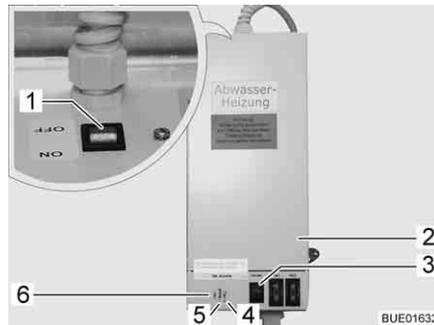

Fig. 142 Transformador con aparato regulador
Según el modelo, el transformador de 230 V AC/12 V DC (Fig. 142,2) estará instalado en el armario ropero o en el baúl del grupo de asientos.
- La luz de control (Fig. 142,5) se enciende verde: Regulación en funcionamiento
- Las luces de control (Fig. 142,4 y 6) se encienden rojas: Las tuberías de aguas residuales se calientan
La carcasa tiene un pulsador de prueba (Fig. 142,3) integrado con el cual se puede poner en funcionamiento brevemente el aparato regulador. Presionando el pulsador de prueba se puede comprobar el funcionamiento del calentamiento aún cuando la temperatura ambiente sobrepase los 5 °C.
- Poner el interruptor (Fig. 142,1) en el transformador (Fig. 142,2) en "ON".
- Poner el interruptor (Fig. 142,1) en el transformador (Fig. 142,2) en "OFF".